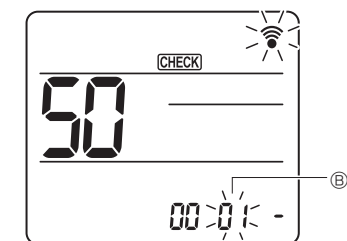

Fig. 6-16
③ Режимді таңдау
Режим нөмірін орнату үшін [DOWN] түймесін басыңыз (B). (Fig. 6-16)